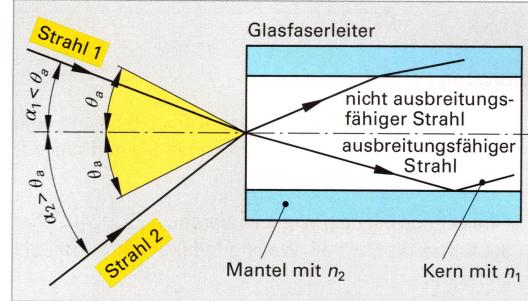

Bild 1: Akzeptanzwinkel einer Multimodefaser
- Bei einer Multimodefaser betragen der Akzeptanzwinkel $20,5^\circ$ und die Brechzahl des Kerns 1,527 (Bild 1). Berechnen Sie a) die numerische Apertur, b) die Brechzahl des Mantels.